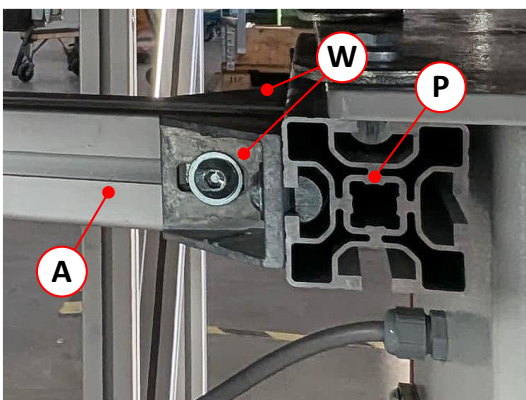

Abbildung 22: Anschlussprofile (A) vorne und hinten an Profil (P) montieren
Wenn alles korrekt ausgerichtet ist, ziehen Sie sämtliche Kontermuttern an den Stellfüßen sowie die M8 Inbuschrauben der Zwischenprofile (Z) und der Anschlussprofile (A) fest (siehe ⇒ Abbildung 21 und ⇒ Abbildung 22).